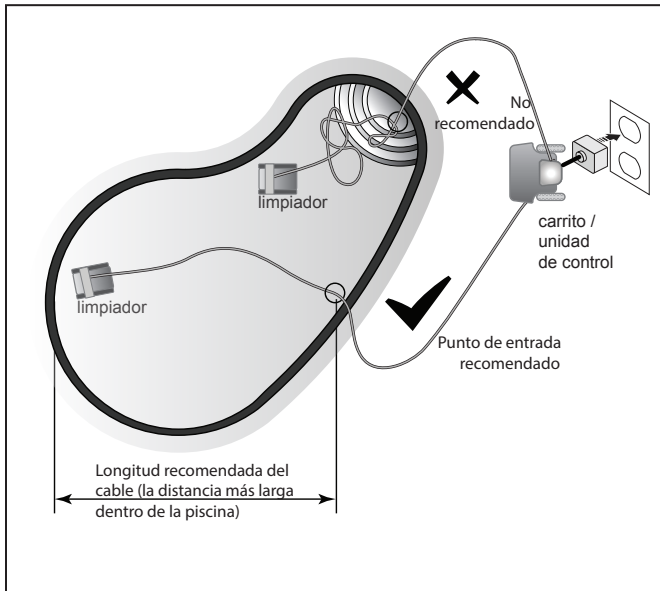

Figura 13. Para lograr un patrón óptimo
- Distribuya el cable flotante por la piscina, asegurándose de que no haya nudos o esté enroscado (vea la figura 13).
NOTA: Para lograr un patrón óptimo y reducir los enredos, el cable flotante debe entrar al agua aproximadamente a la mitad de la longitud de la piscina. Solo coloque suficiente cable en el agua para que llegue al punto más alejado de la piscina (consulte la Figura 13).